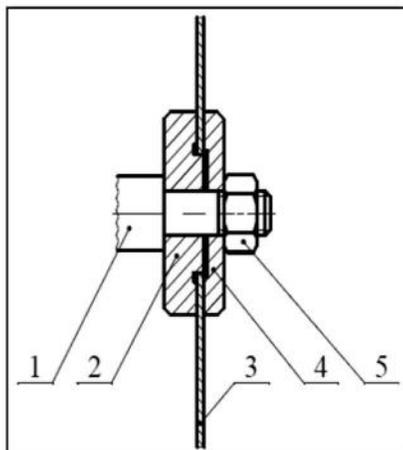

Рис. 7
3. Очистите щеткой посадочный вал (1) (См. Рис.7) от стружки и других загрязнений.
4. Установите специальную внутреннюю фланцевую шайбу (2) (См. Рис.7) на выступающую часть вала.
5. Установите циркулярный диск (3) (См. Рис.7) на вал, соблюдая направление вращения указанное стрелкой.
6. Прижмите диск внешней фланцевой шайбой (4) (См. Рис.7). Убедитесь, что диск установлен по центру внутренней фланцевой шайбы.
7. Наденьте на вал гайку (5) (См. Рис.7) и плотно закрутите. Для закручивания гайки используйте гаечный ключ. При этом следует удерживать ножевой вал фуганка от проворота с помощью деревянной рейки.